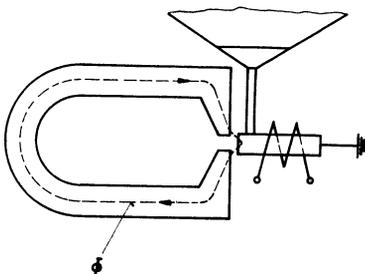

Fig. 12.23. Magnetischer Freischwinger-Lautsprecher.
c) Freischwinger (Fig. 12.23).